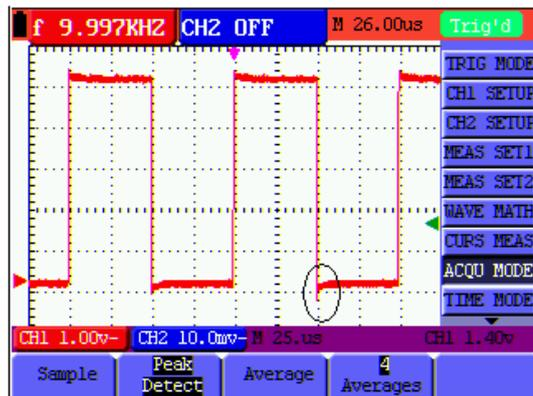

Figure 15 : Mesure du pic
- appuyez sur la touche **F2** pour aller à Glitch Detect. Dans ce cas, vous pouvez tester l'impulsion. Vous verrez alors un écran comme celui de la figure 15 ci-dessous.